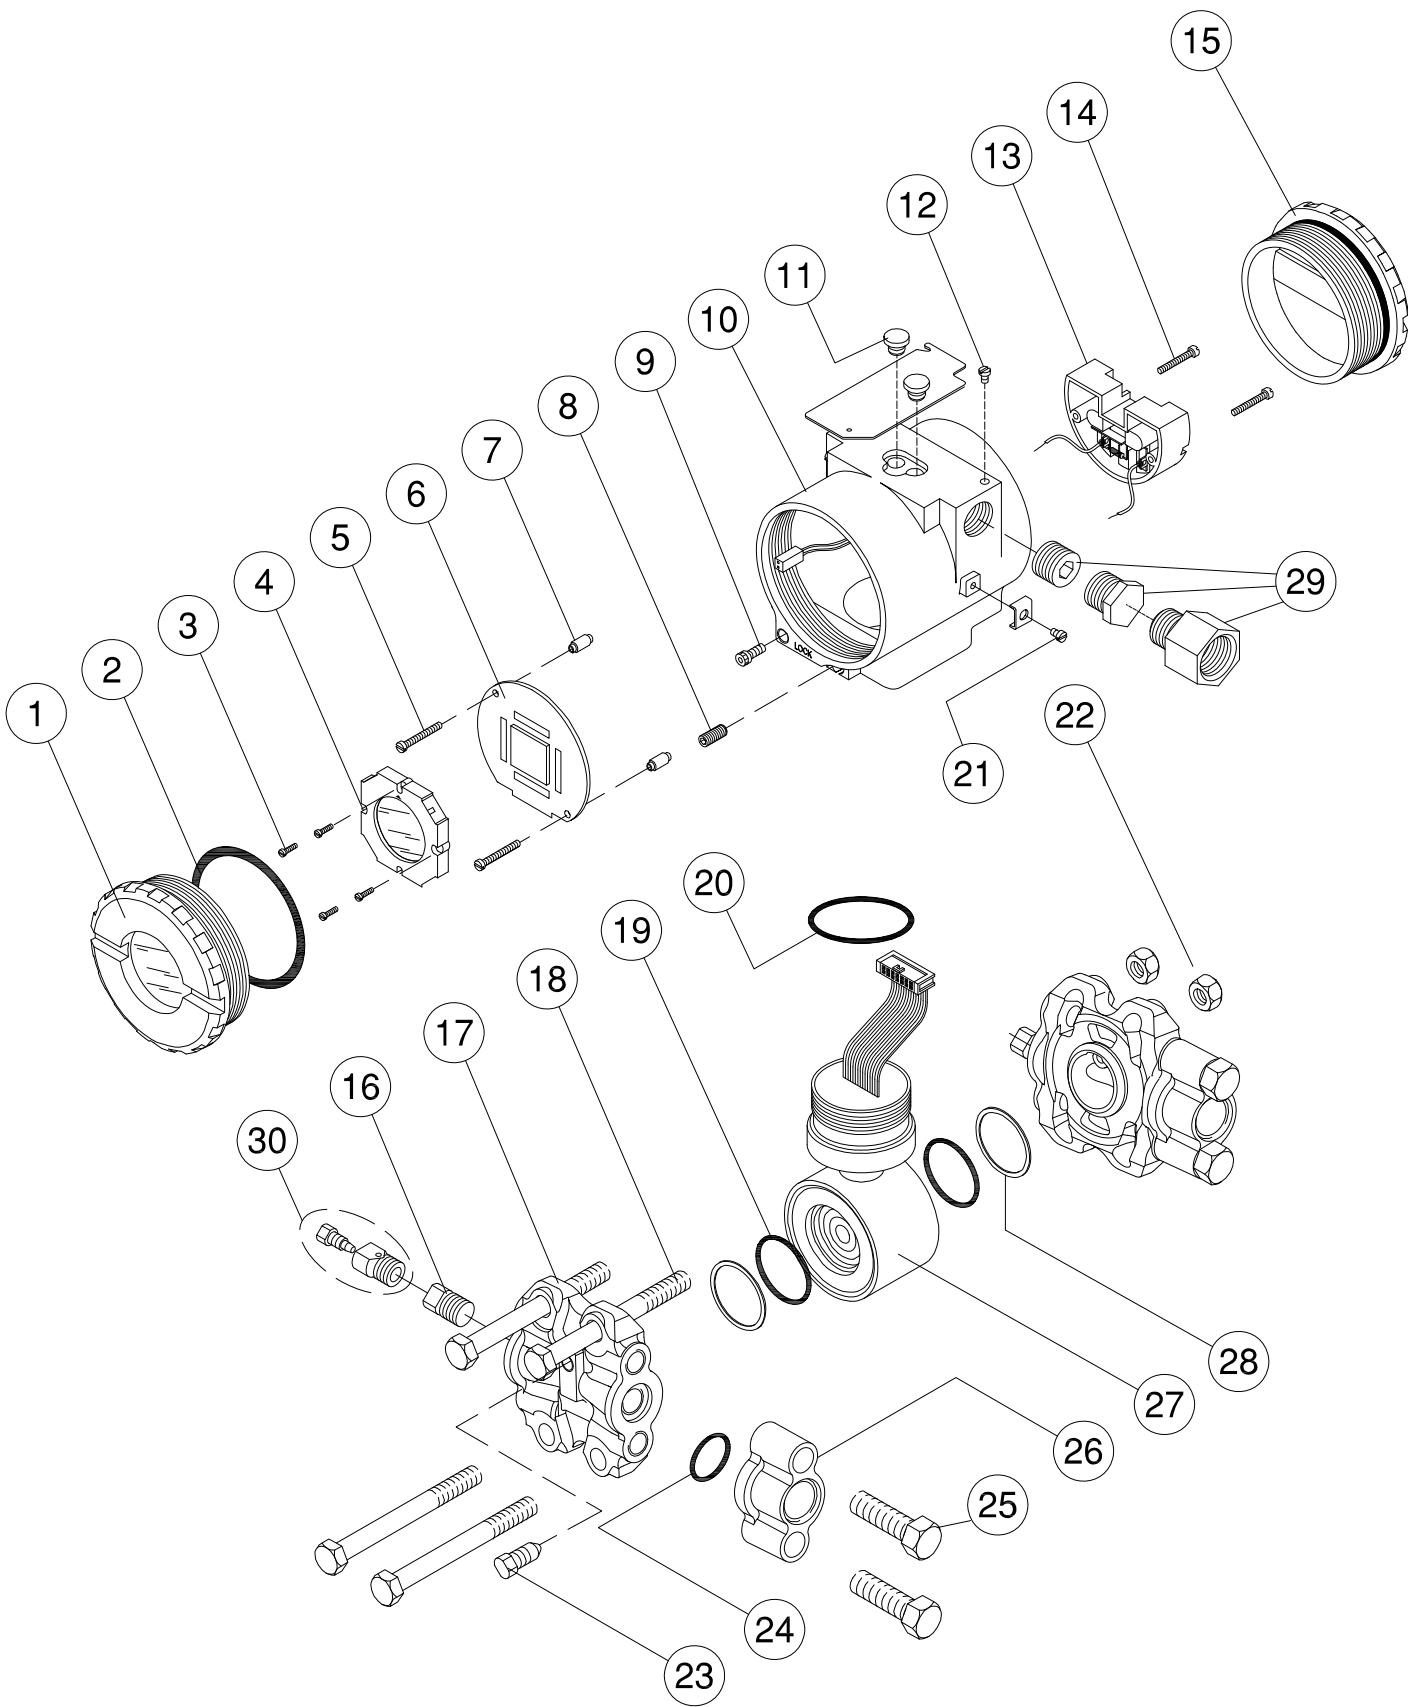

Figura 5.2 – Vista Explodida do LD301
Passe os parafusos (5) através dos buracos da placa principal (6) e os espaçadores (7) como mostrado na Figura 5.2 e os aperte à carcaça.